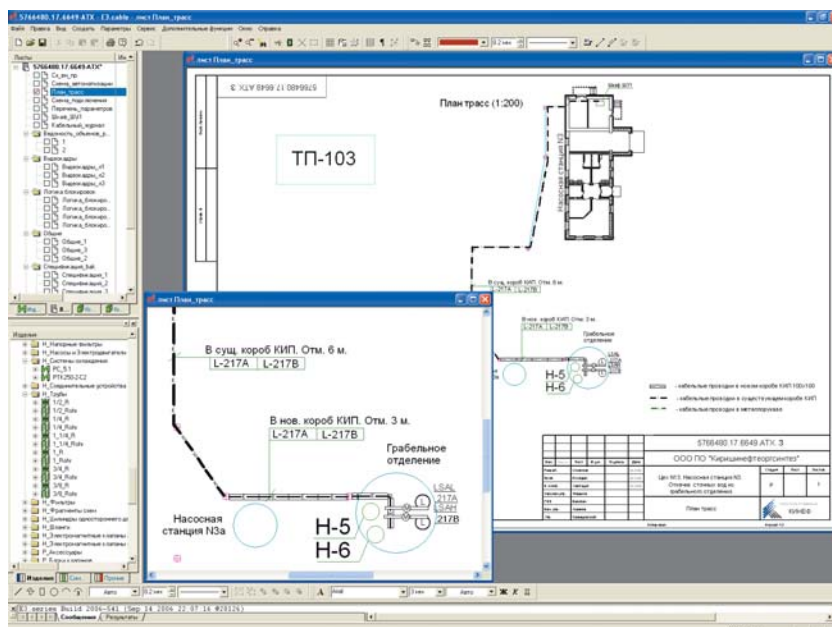

Рис. 5. Реализация «Плана трасс» в E³.series
1. Модели (УГО) изделий для плана трасс (рис. 5). В данном примере: